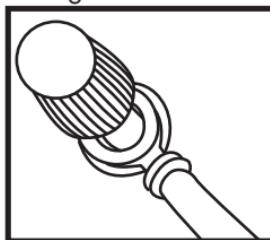

Fig. 1
- Desserrer l'écrou rouge **[16]** sur le convertisseur de tension **[1]**. Guider l'œillet de fourche rouge du câble avec la prise allume-cigare 12 V du véhicule **[12]** avec l'ouverture sur le raccord à vis **[7]** (voir Fig. 1). Veiller à ce que la rondelle se trouve entre l'œil de fourche et l'écrou **[16]**.
- Desserrer l'écrou noir **[17]** sur le convertisseur de tension **[1]**. Guider l'œillet de fourche noir du câble avec la prise allume-cigare 12 V du véhicule **[12]** avec l'ouverture sur le raccord à vis 12 V **[8]** (voir Fig. 1). Veiller à ce que la rondelle se trouve entre l'œil
- Desserrer l'écrou rouge **[16]** sur le convertisseur de tension **[1]**. Faire passer l'œillet à fourche rouge du câble avec la borne de raccordement rouge **[10]** sur le raccord à vis 12 V **[7]** (voir Fig. 1). Veiller à ce que la rondelle se trouve entre l'œil de fourche et l'écrou **[16]**.
- Desserrer l'écrou noir **[17]** sur le convertisseur de tension **[1]**. Faire passer l'œillet à fourche noir du câble avec la borne de raccordement noir **[11]** sur le raccord à vis **[8]** (voir Fig. 1). Veiller à ce que la rondelle se trouve entre l'œil de fourche et l'écrou **[17]**.